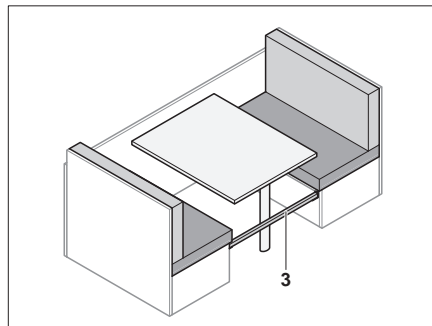

Bild 62 Verstärkungsplatte einsetzen
- Zusatzleiste (Bild 62,3) zwischen die Sitzbänke einsetzen.